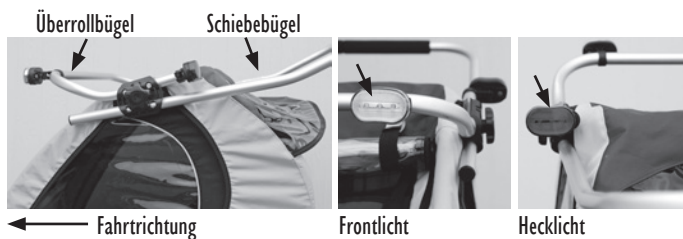

Abbildung 32
2. Legen Sie die beiden Befestigungsschellen auf der Fahrbahninnenseite (in Fahrtrichtung gesehen links) um das Rohr des Überrollbügels. Platzieren Sie die Schellen anhand der unteren Abbildung in der korrekten Position vor bzw. hinter den Bügelaufnahmen (s. Abbildung 32).
7. Stellen Sie beide Lichter so ein, dass sie klar für andere Verkehrsteilnehmer erkennbar sind (s. Abbildung 32). Ziehen Sie die Befestigungsschrauben der Lampenhalterungen handfest an.